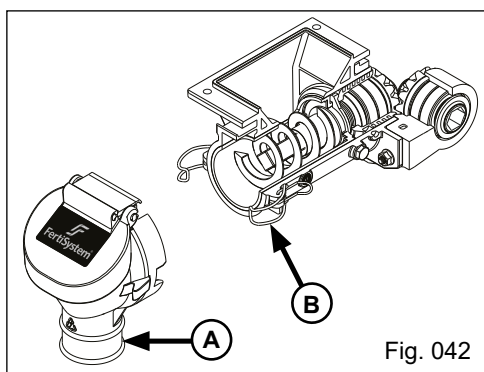

Fig. 042
a) Desmonte o bocal "A", através do engate rápido "B" (Fig. 042).